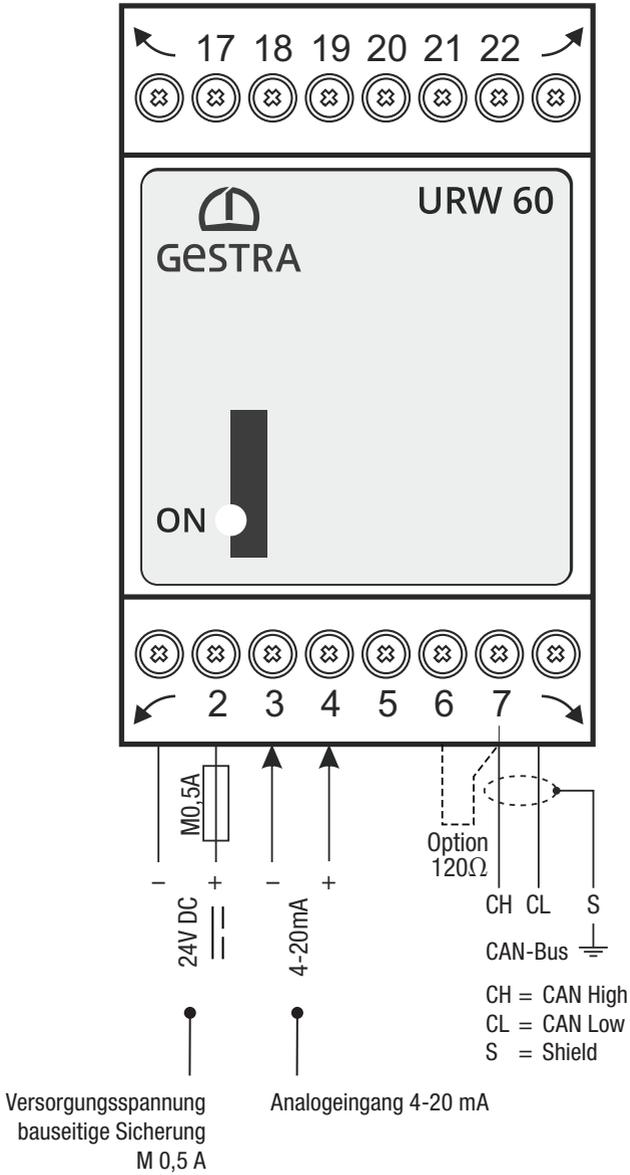

Fig. 6
- Schließen Sie den Universalwandler und alle zugehörigen Komponenten gemäß dem Anschlussplan **Fig. 6** in dieser Anleitung an.